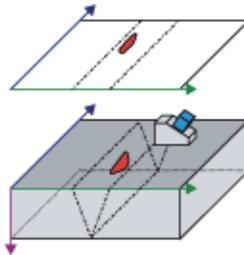

Рис. 4-16 Вид сверху (C-скан)
Вид сверху (C) обозначается осью индексирования (вертикальная ось в области просмотра RayTracing) и осью сканирования (горизонтальная ось). Вид сверху (C) представляет развертку C-скан (см. Рис. 4-16 на стр. 48).